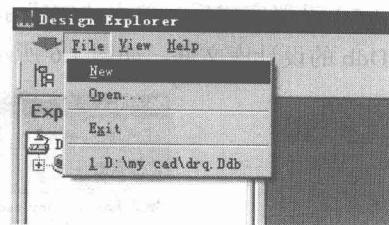
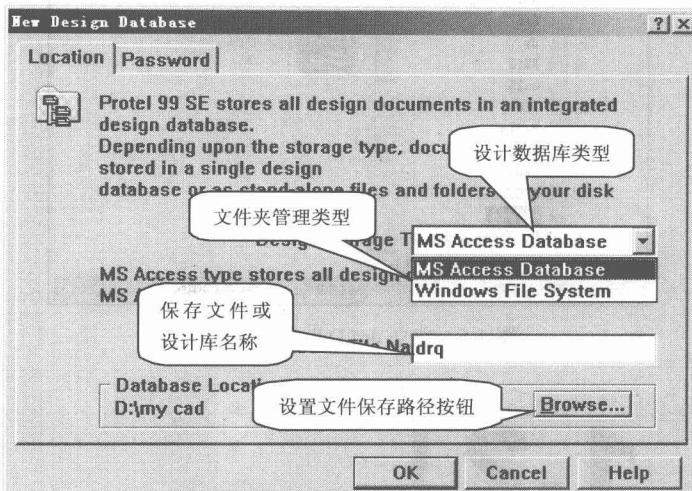

图 1.3 菜单操作
图 1.4 新建设计数据库设置
(2) 单击菜单命令 File | New，如图 1.3 所示，弹出 New Design Database (新建设计数据库) 对话框，如图 1.4 所示。
(3) 在如图 1.4 所示的界面中有两个标签：默认为 Location 状态可进行文件类型设置、文件名称设置和文件保存路径设置。